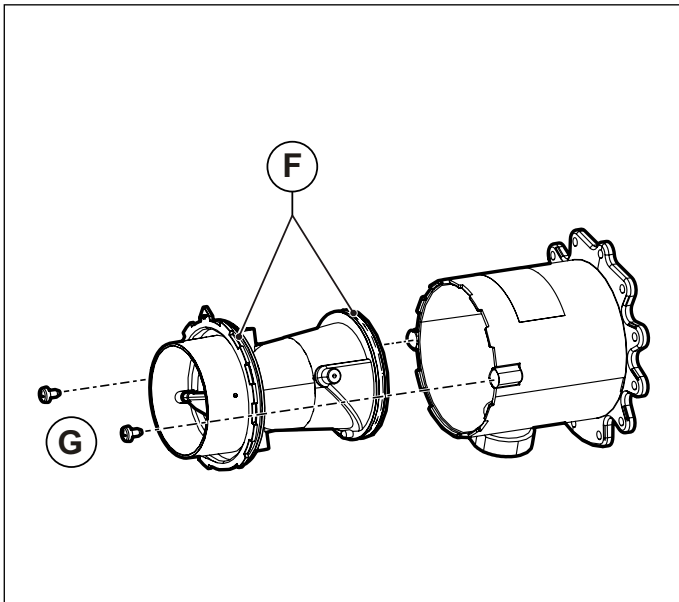

Рис. 34 Пластмасовий корпус змішувача
- Відкрутіть два гвинт **Г** та вийміть пластиковий корпус змішувального вузла **Г** (дивись Рис. 34 Пластмасовий корпус змішувача).
- Пригвинтіть пластиковий корпус на змішувач за допомогою **Г** фіксуючих гвинтів. Слідкуйте за тим, щоб не пошкодити **Ф** кільцеві ущільнювачі і здійснювати збірку у вказаному напрямі (див. Рис. 34 Пластмасовий корпус змішувача та Рис. 35 Розташування для мотажу).